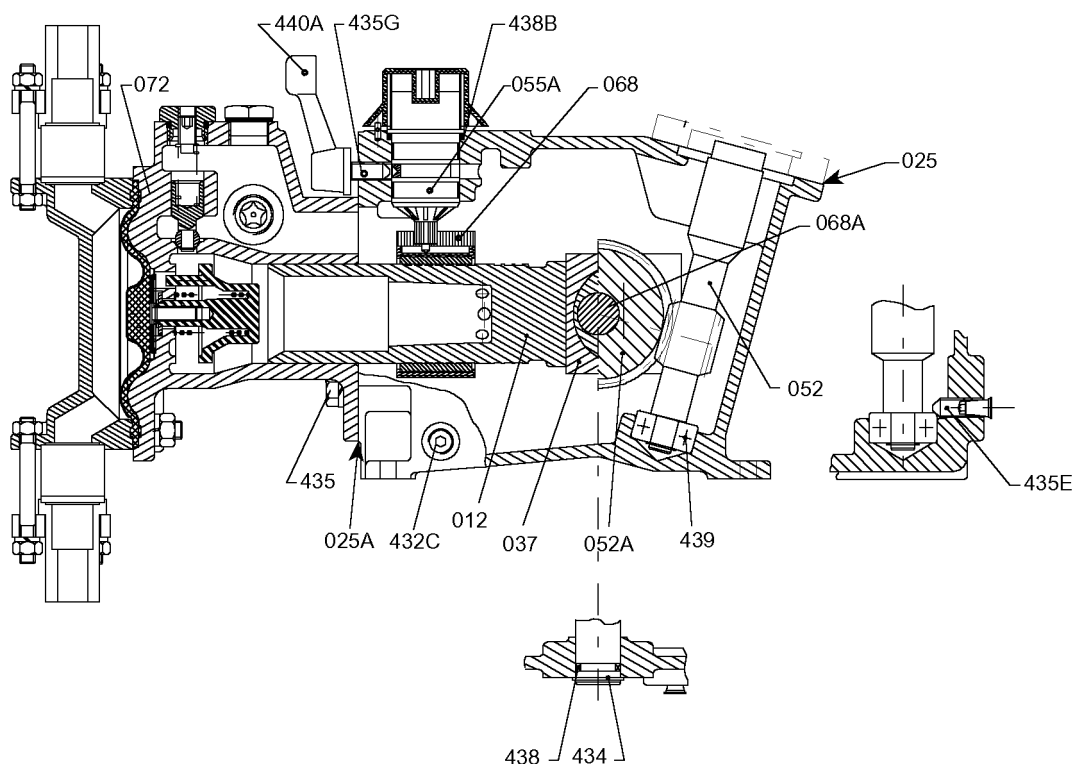

Fig.30 MAXROY mekanisk princip
3.8.2 Byte av lager för spindeldrevet (Fig.30)
3.8.3 Byte av kugghjulsenheten (Fig.30)
3.8.4 Justering av slaglängden (Fig.30)
3.8.4.1 Borttagning av ratten (fig. 8) (Fig.30)
3.8.4.2 Borttagning av hylsan (Fig.30)
- Tag bort skruven (435) vilken håller fast tryckkammaren och tag bort den senare
- Tag bort hylsan (068) som glider fritt på den ihåliga kolven (012) efter att ha markerat rakans läge.
3.8.4.3 Byte av kolven (Fig.30)
- Tag bort tryckkammaren (072) som hålls mot pannan av 4 insexskruvar (435) 12 x 30 - Tag bort skalan (055A) och hylsan (068) (se § 3.8.4)
- Tag bort 2 låsringar (434) som håller den excentriska axeln (068A)
- Tag bort den ihåliga kolven (012)/excentermuttern (037)/och kugghjulsenheten (052A)